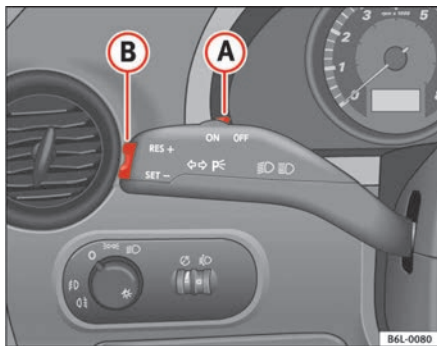

Fig. 107 Palanca de intermitentes y de luz de carretera: mando y tecla basculante para el regulador de velocidad
- Cuando se haya alcanzado la velocidad que se quiere programar, pulse brevemente la parte inferior de la tecla basculante **SET** ⇒ fig. 107 **B** una vez.